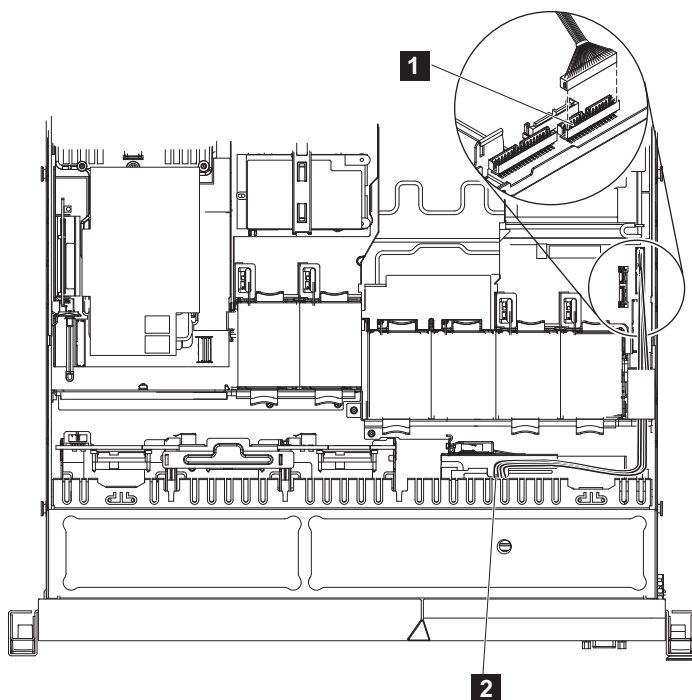

図 266. SAN ポリウム・コントローラー 2145-CG8 または 2145-CF8 オペレーター情報パネル・ケーブルの切り離し
3. 351 ページの図 266 に示すように、ノードの右側のビデオ/USB ケーブル・コネクタの上のコネクターからケーブルを切り離します。